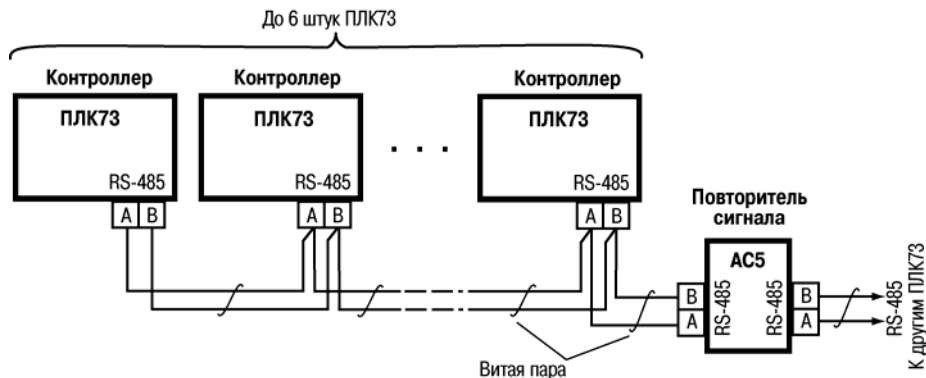

Рисунок 6.3 – Пример схемы подключений в сеть более 6-ти ПЛК73 (АС5 – повторитель сигнала разработки ОВЕН)
**Внимание!** При включении контроллера в сеть RS-485 ПЛК73 в качестве Master (ведущего прибора), в него встроены резисторы, определяющие состояние линии при отсутствии передачи. В связи с этим не допускается включать в один сегмент сети RS-485 более 6 контроллеров ПЛК73, даже если они настроены на работу в режиме Slave (ведомый прибор). При необходимости включить более 6 контроллеров ПЛК73 в сеть RS485 или разделить сеть на несколько сегментов следует использовать усилители/повторители интерфейса RS-485 типа АС5 (см. рисунок 6.3).